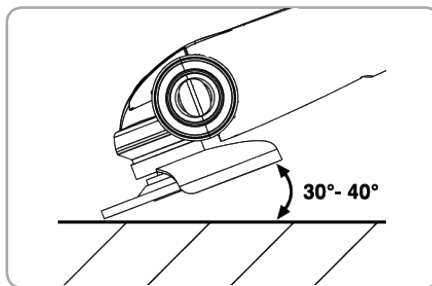

Fig.13
- Lucrați cu scula sub un unghi de atac de 30° până la 40° pentru a obține cele mai bune rezultate la degroșare. Fig. 13